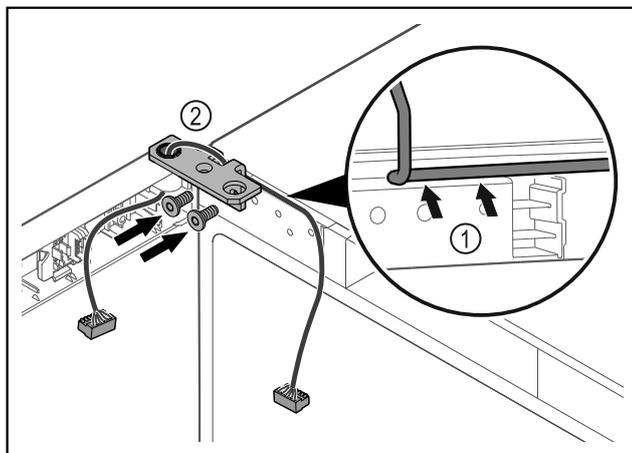

Fig. 47
- ▶ Vadiet kabeli caur lokāmā kronšteina padziļinājumu un uzmanīgi izvietojiet Fig. 47 (1).
- ▶ Pieskrūvējiet lokāmos kronšteinus Fig. 47 (2).